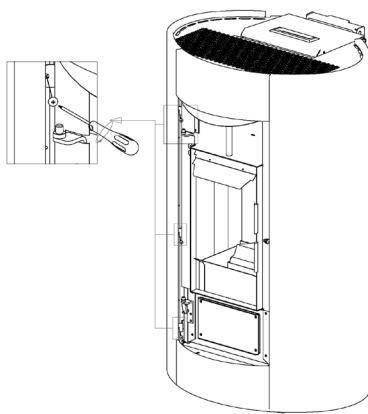

Fig. 59 - Dientes de enganche
- Destornille los 4 tornillos y retire los perfiles negro superior e inferior de la puerta (ver **Fig. 59**).